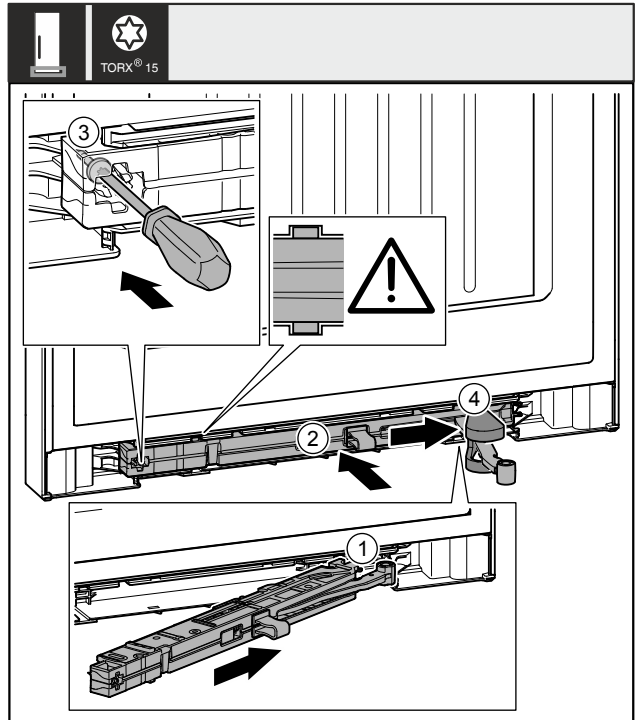

Fig. 52
- ▶ Вставьте узел амортизатора закрытия двери Fig. 52 (1) в выемку со стороны опорного кронштейна под наклоном до упора.
- ▶ Полностью вставьте узел амортизатора закрытия двери Fig. 52 (2) в выемку.
- ▶ Затяните винт Fig. 52 (3) отверткой.
- ▶ Переместите крышку Fig. 52 (4) над шарниром.